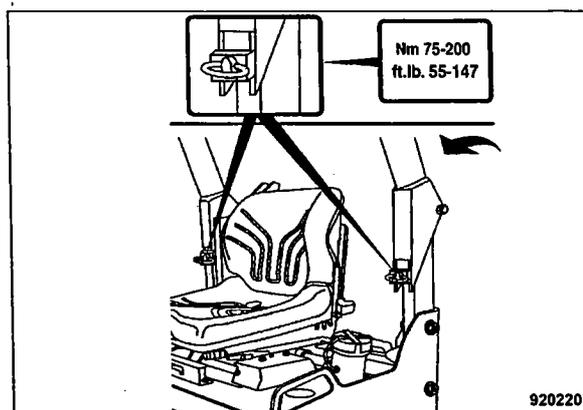

Fig. 87
- Plegar la barra antivuelco hacia arriba (Fig. 87).